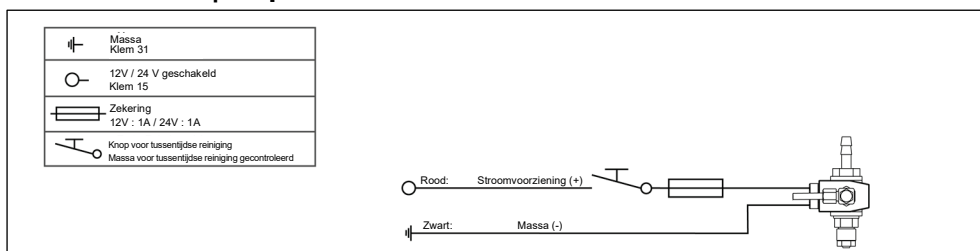
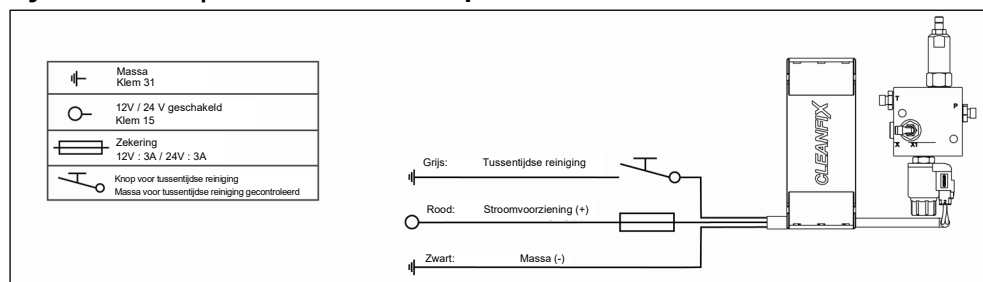

Fig. 65
Fig. 73
U kunt een geschakelde, gezeekerde voeding (klem 15) met voldoende spanning (zie Fig. 65 - Fig. 73) gebruiken.
- 40) Sluit het elektronische onderdeel aan op de stroomvoorziening van de machine (zie Fig. 65 - Fig. 73).